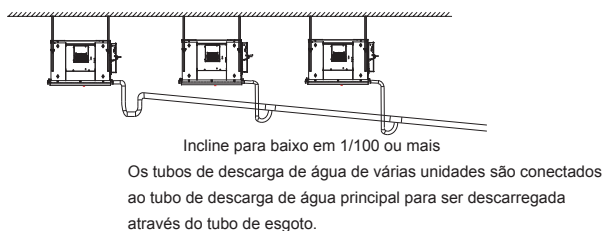
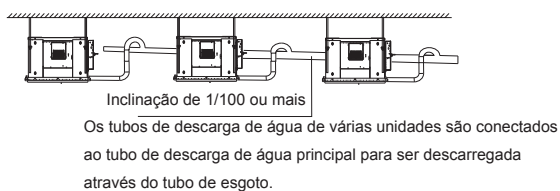

Figura 5.2a (without a water pump)
Figura 5.2b (com uma bomba de água)
7. Instale os tubos de descarga de água conforme mostrado na Figura 5.2a (sem bomba d'água) e na Figura 5.2b (com bomba d'água). A saída da tubulação de descarga de água não deve ser mais alta do que a altura de descarga de água, garantindo uma inclinação descendente de mais de 1/100.